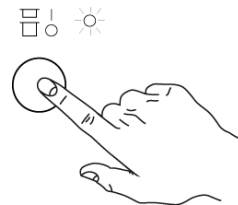

Abb. 27
- Schließen Sie die Tür und drücken Sie den KNOPF "A", um die Spülmaschine einzuschalten. Dies wird durch die Kontrolllampe "D" angezeigt. (Abb. 27)